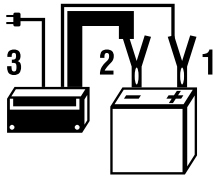

Fig. 3 – Sequência para ligar o carregador
- Conecte a garra vermelha do carregador no polo positivo da bateria (posição 1 da Fig. 3).
- Conecte a garra preta do carregador no polo negativo da bateria (posição 2 da Fig. 3).
e. Conecte o plugue na tomada (posição 3 da Fig. 3).